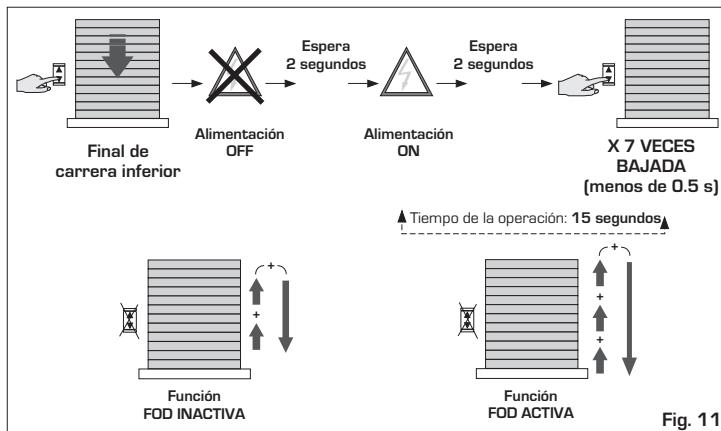

Fig. 11
- Si la operación se ha realizado correctamente, el motor memoriza la nueva configuración unos 2 segundos después de la última presión del botón y ordena unos movimientos de señalización (2 pequeños hacia arriba y uno amplio hacia abajo si la función FOD está desactivada, o bien 3 pequeños hacia arriba y uno amplio hacia abajo si la función FOD está activada) para indicar que el procedimiento ha concluido exitosamente (véase la Fig. 11).